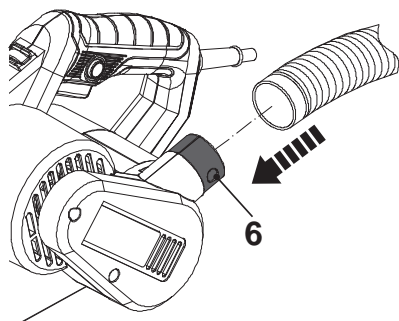

Fig. 10
Un dispositif d'extraction de poussières ou un aspirateur adapté peut être connecté à la buse d'évacuation des poussières (6) afin de garder la zone de travail plus propre et plus sécurisée (Fig. 10).